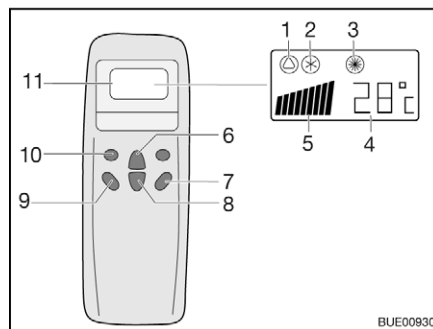
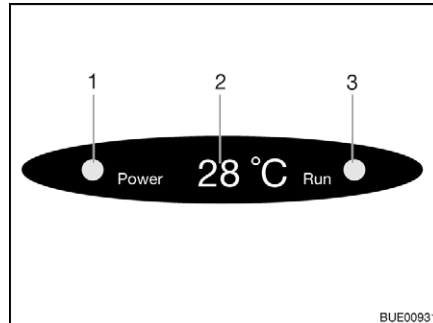

Fig. 125 Télécommande
Fig. 126 Affichage sur le diffuseur
- Appuyer sur la touche "ON/OFF" (Fig. 125,7).
- Appuyer sur la touche "Mode" (Fig. 125,10) autant de fois que nécessaire pour que le mode de fonctionnement souhaité (Fig. 125,1, 2 ou 3) s'affiche à l'écran. Le voyant de contrôle correspondant s'allume sur l'écran du diffuseur (Fig. 126,3).
- Régler la température souhaitée avec les touches d'augmentation de la température (Fig. 125,6) ou de diminution de la température (Fig. 125,8).
- Sélectionner le niveau de ventilation souhaité à l'aide de la touche de vitesse du ventilateur (Fig. 125,9).